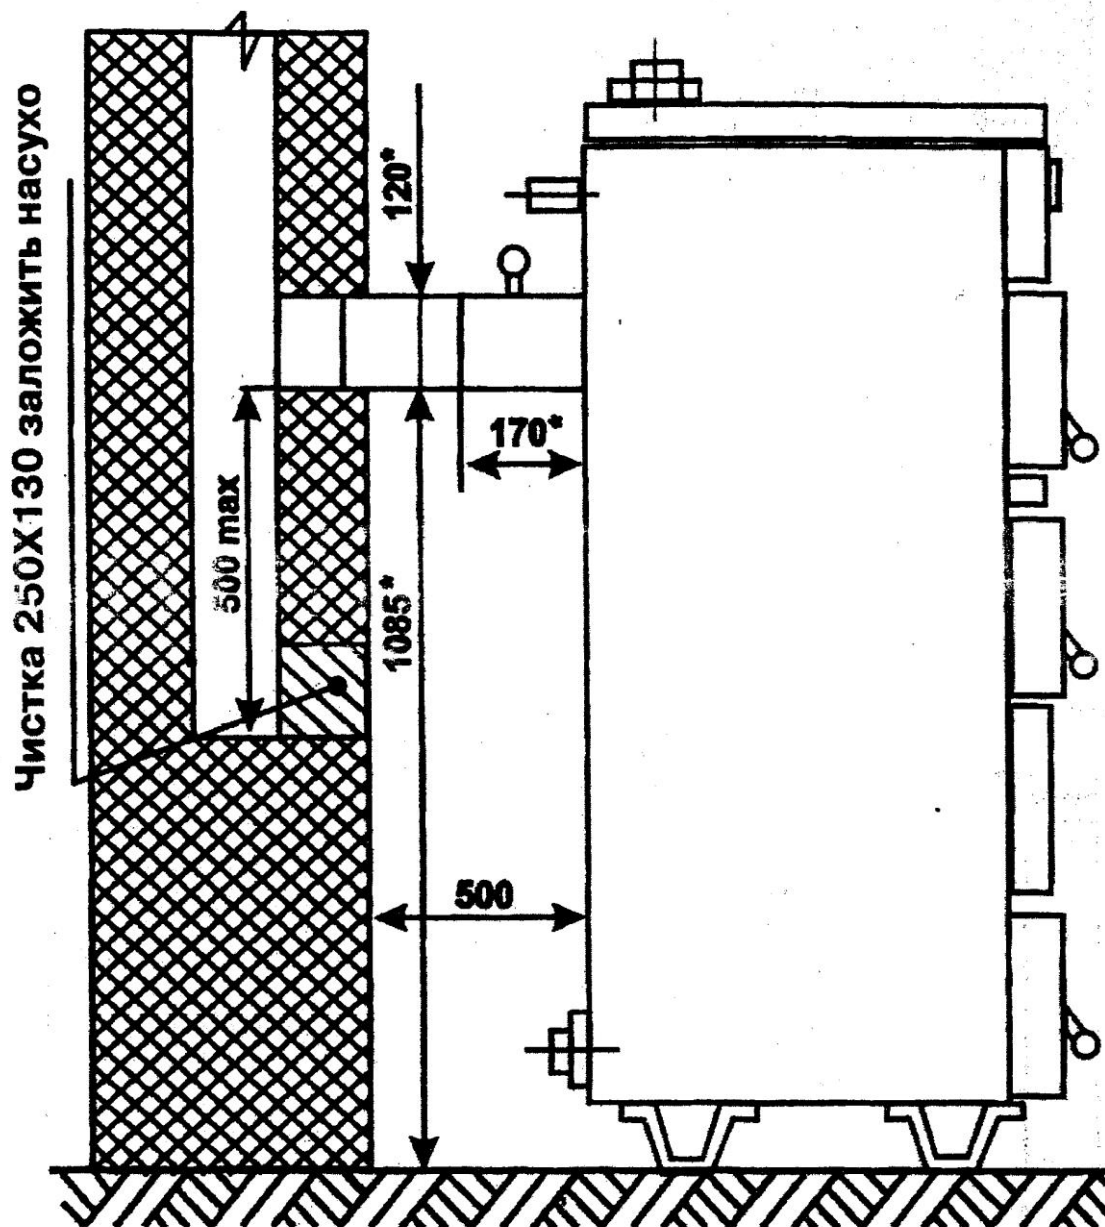
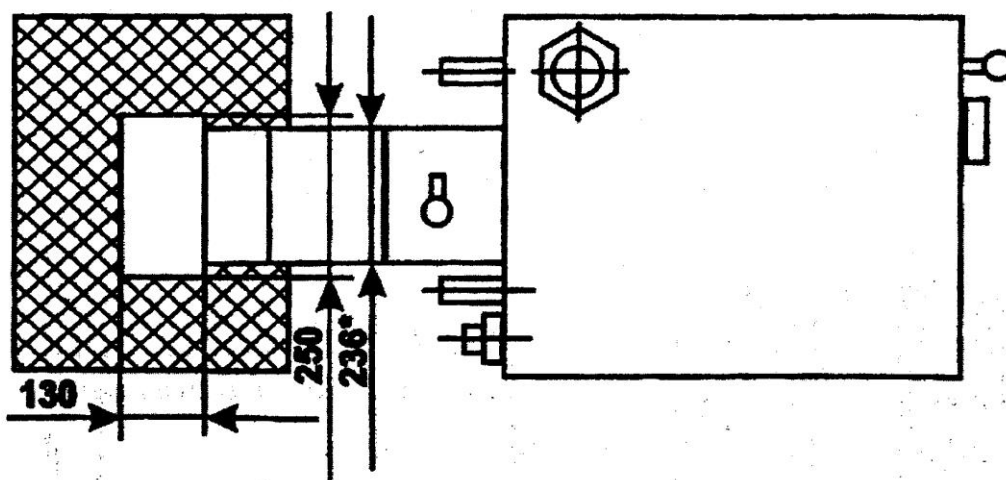

Рисунок 5 - Соединение газохода котла с дымовым каналом
Рисунок 6 – План установки котла
1) дымоход, к которому подключается котел, как правило, должен быть расположен во внутренней капитальной стене здания (см. рис. 5 и рис. 6).